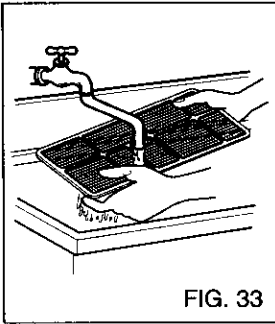

FIG. 33
- Lave el filtro de aire bajo el grifo con agua templada. Asegúrese de sacudir toda el agua antes de volver a colocar el filtro. (FIG. 33)